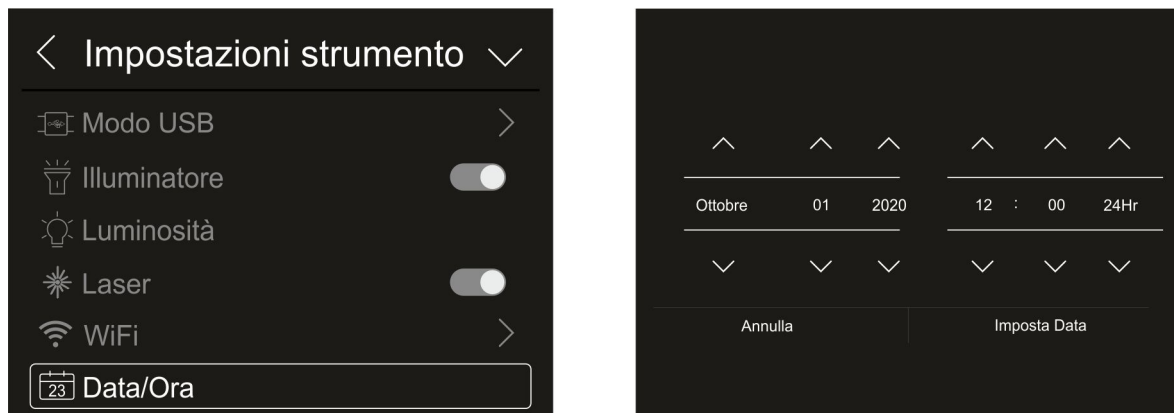

Fig. 19: Impostazione Data/Ora di sistema
1. Toccare la voce “Ora e Data” per eseguire l’impostazione della Data/Ora di sistema. La videata di Fig. 19 – parte destra è mostrata: